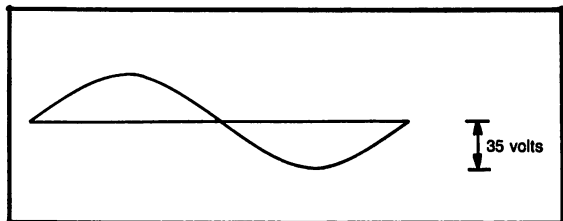

Fig. 11-7. Problem 12.
- (12) Figure 11-7. Given? _____